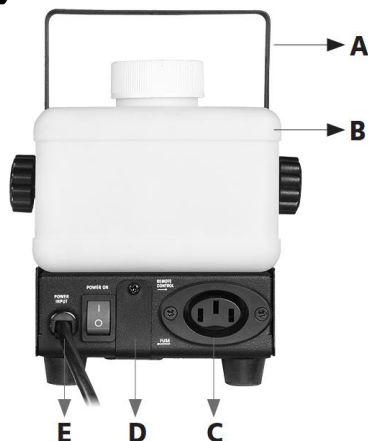

Рисунок 1
5. Надежно подключите контроллер к разъему (C на рис. 1) на задней панели устройства.
1. Надежно подсоедините контроллер дистанционного управления к разъему (C на рис. 1) на задней панели устройства.